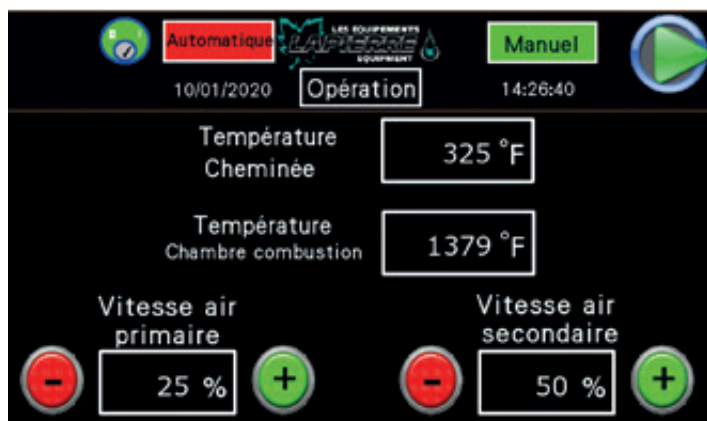

Figure 10
- Vous serez alors dirigé vers l'écran en mode d'opération MANUEL (*Figure 10*).
- Les TEMPÉRATURES DE LA CHEMINÉE et DE LA CHAMBRE DE COMBUSTION sont affichées en continu, au centre de l'écran, en mode d'opération MANUEL (*Figure 10*).
Pour effectuer une RECHARGE DE BOIS, procéder comme suit (*Figure 10*) :
Pour arrêter l'évaporateur, procéder comme suit (*Figure 10*) :